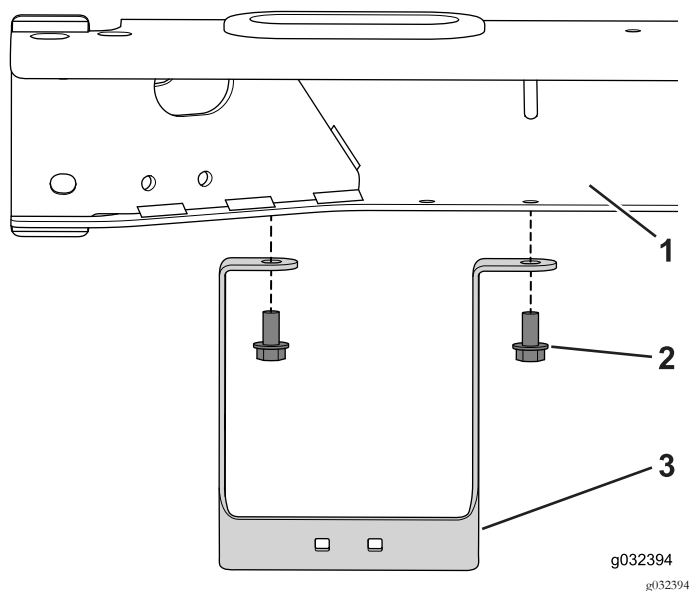

Рисунок 27
- Установите кронштейн шланга на раму с помощью 2 болтов (5/16 x 5/8 дюйма) (Рисунок 27).